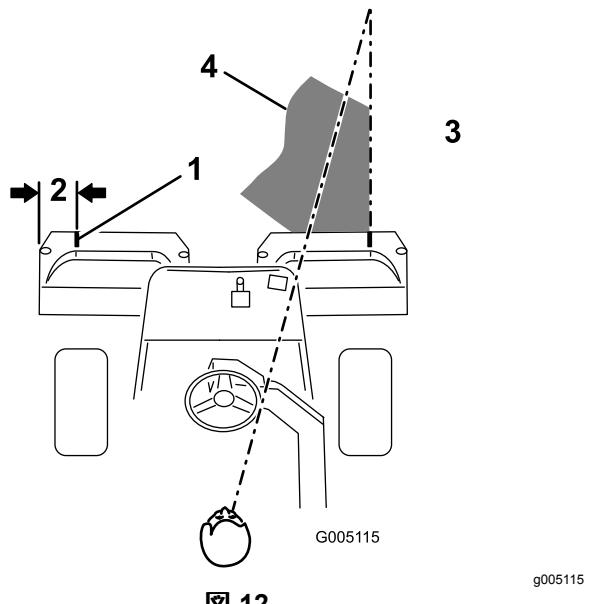

図 12
2. その位置に白色テープか白ペンキで集草箱の縁と平行に目印を入れる図 12。